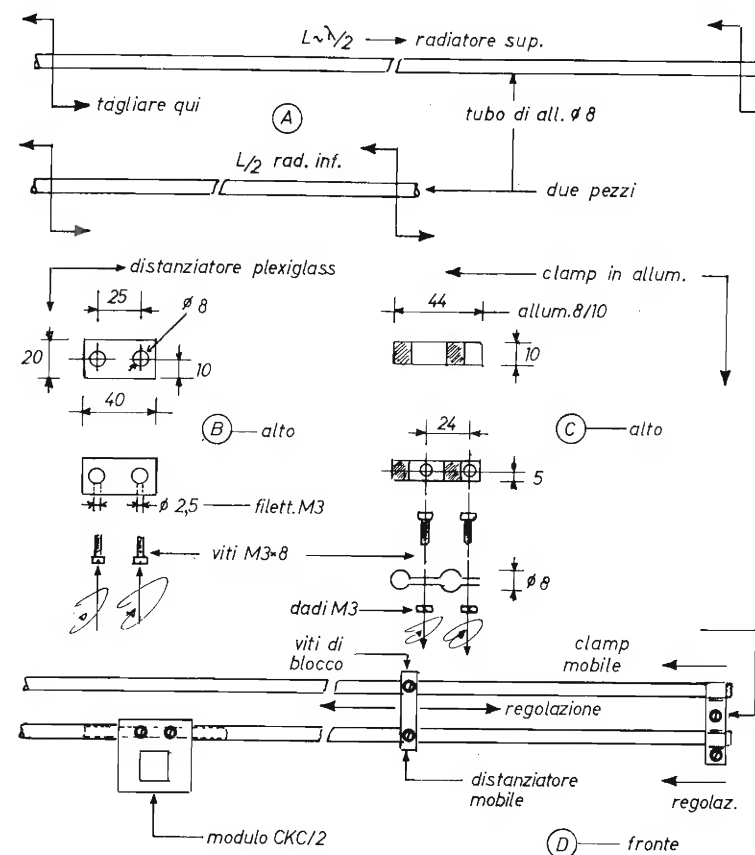
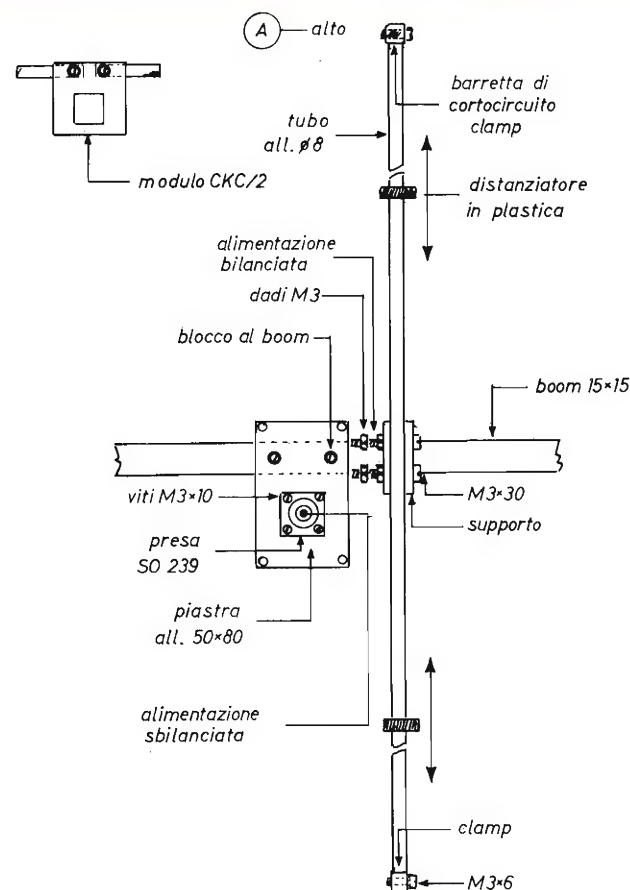

figura 4 - Dipolo ripiegato: schema di assemblaggio. Descrizione tecnica. Lo sviluppo dell'argomento è indicato alle lettere A... D.
figura 5
Questo accessorio è opzionale. Nel caso descritto tuttavia si è rivelato utile per esigenze di carattere sperimentale e di praticità. La basetta non è altro che la base di una scatola TEKO misura minima. Essa è forata a Ø16 mm per una presa coassiale Tipo VHF - SO 239 come è schematizzato nella figura 5.
c) Assemblare il tubo superiore ed inserirlo nelle clamp già predisposte allo scopo. Decidere la misura fuoritutto del radiatore e stringere le viti delle clamp e quelle delle basette distanziatrici. Una fase di assemblaggio è indicata nella figura 4/D, mentre il radiatore assemblato è visibile nella figura 5 (vista dall'alto).